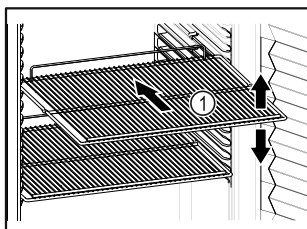

Fig. 50 Примерное изображение
- ❑ Если имеются решетчатые полки Fig. 50 (1), отрегулируйте высоту их установки.